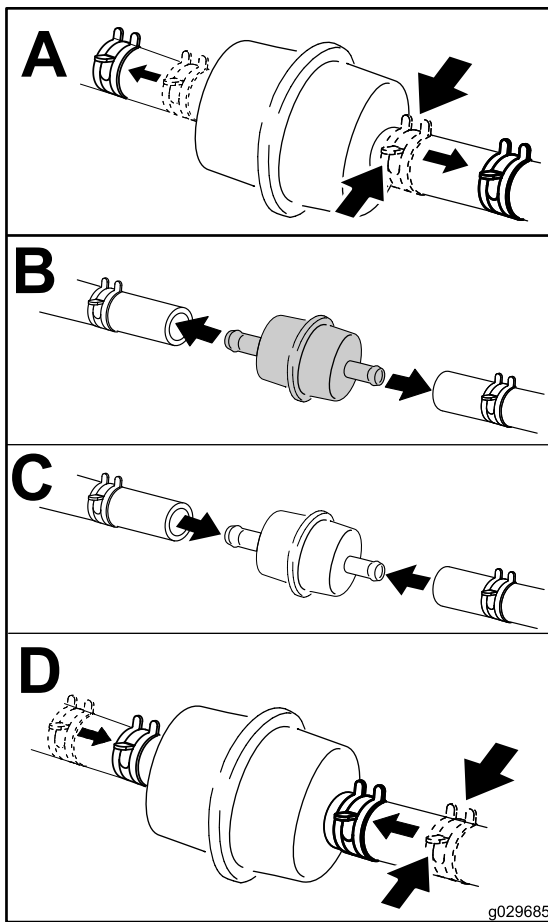

Figura 60
4. Cambie el filtro de combustible (Figura 60).